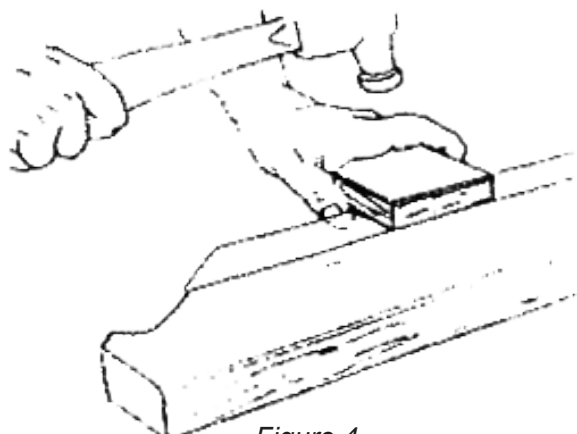

Figure 4
6. Enfoncez la face arrière de la languette à l'égalité avec le dessus de la bande (figure 4). Ne jamais seulement utiliser un marteau car vous risquez d'abîmer la surface de la bande située derrière la languette.